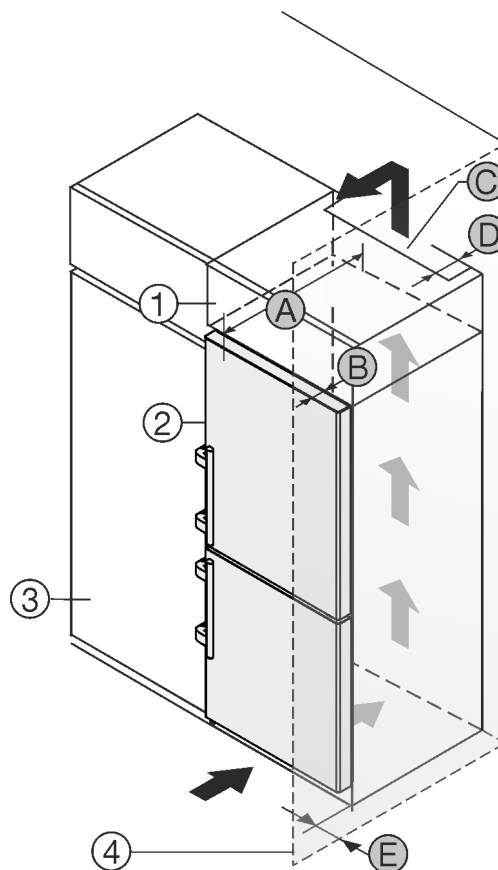

Fig. 2
- (1) Pealiskapp *
- (2) Seade *
- (3) Köögikapp *
- (4) Sein *
- (A) Seadme sügavus *
- (B) Ukse sügavus *
- (C) Ventilatsiooniristlõige *
- (D) Seadme tagakülje kaugus *
- (E) Kaugus seadme küljest *
Te saate seadme vahetult köögikapi Fig. 2 (3) kõrval üles panna.*
Pealiskapi tagaküljel peab olema vähemalt sügavusega Fig. 2 (D) kogu pealiskapi laiune heitõhušaht.*
Ruumi lae all tuleb ventilatsiooniristlõikest Fig. 2 (C) kinni pidada.*
Kui panete seadme šarniiridega seina Fig. 2 (4) kõrvale üles, siis peab olema seadme ja seina vahekaugus vähemalt 57 mm. See vastab käepideme üleulatusele avatud ukse korral.*
Võimaldamaks ust täielikult avada, peab seade vähemalt ukse sügavuse Fig. 2 (B) võrra köögikapi esiseinast ettepoole ulatuma. Köögikappide Fig. 2 (3) sügavusest ja seina-vahehoidikute kasutamisest sõltuvalt võib seade rohkem välja ulatuda.*